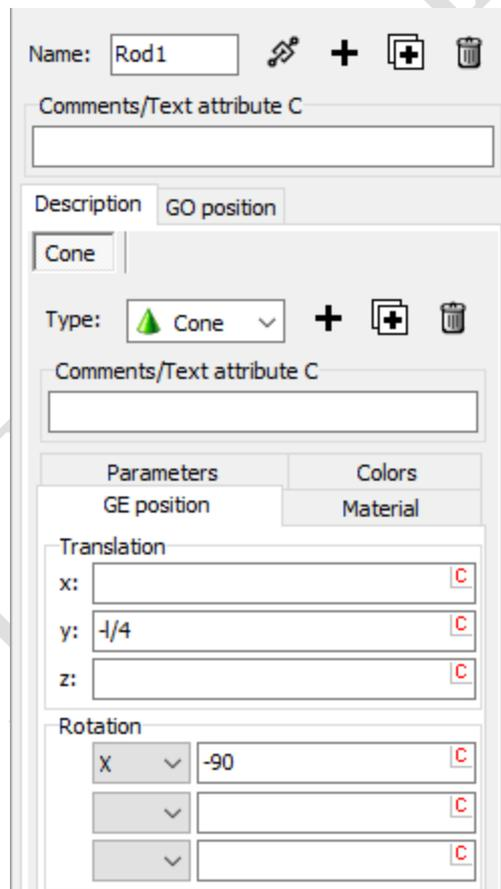

图 3.2 设置 Rod1 的位置和方向
3. 在 **GE Position** 页面设置移动距离：**Translation | Y** 为-l/4，转动角度：**Rotational | X** 为-90，如图 3.2 所示。